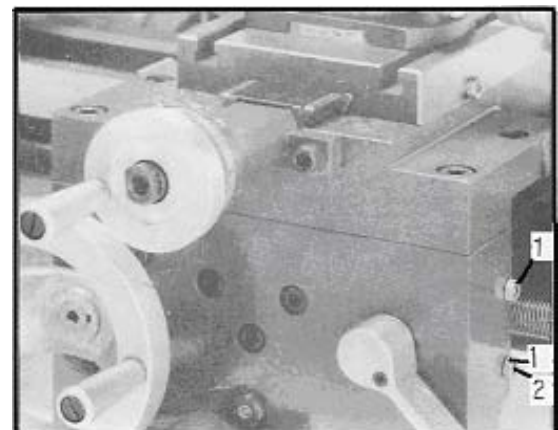

Рис.29
Открутите две гайки (1, Рис.29) справа на фартуке суппорта и отрегулируйте установочный винты (2) таким образом, чтобы половинки гайки ходового винта без зазора были расположены в своих направляющих. Закрутите гайки и винты.